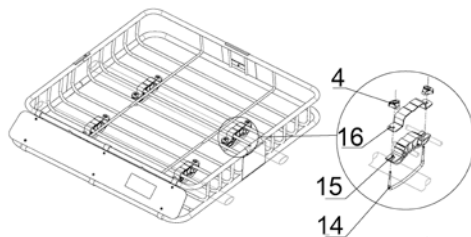

fig. 5
8. Placez deux boulons en U (n° 14) sous chacune des barres de toit. Placez une selle de support (n° 15) sur chaque boulon en U afin de retenir la barre de toit entre la selle et le boulon en U (fig. 5).
9. Placez le support de toit sur les selles de support. Les barres transversales inférieures du cadre devraient reposer sur les supports sans nuire aux boulons en U (fig. 5)